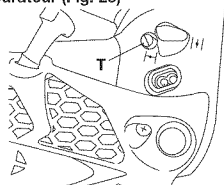

Fig. 28
**Réglage du carburateur (Fig. 28)**